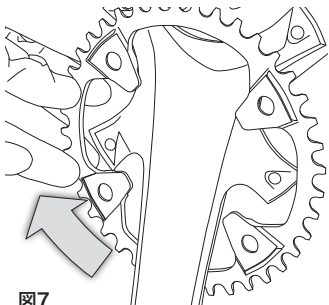

図7
- クランクセットからチェーンリングを外します。その際、クランクセットを傷付けないように注意します (図7)。